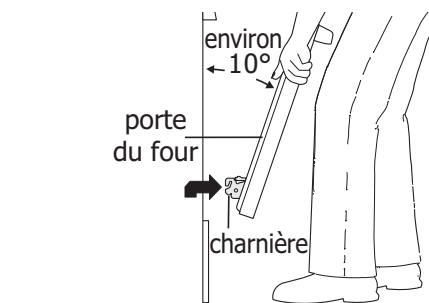
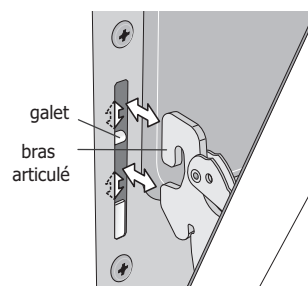

Figure 31 : Soutien de la porte pour la dépose
Figure 32 : Repose du bras articulé et du galet
3. Saisir fermement les deux côtés de la porte du four. Ne pas la soulever par la poignée (voir Figure 31).
4. Ouvrir la porte à un angle d'environ 10 degrés du cadre de porte (voir Figure 31).
5. Soulever les bras articulés hors des galets situés de part et d'autre du cadre de four (voir Figure 32).
1. Saisir fermement les deux côtés de la porte du four. Ne pas la soulever par la poignée (voir Figure 31).
2. Tout en tenant la porte au même angle que pour la dépose, asseoir le crochet du bras articulé sur les galets situés de part et d'autre du cadre de four (voir Figure 31 et Figure 32). Le crochet du bras articulé doit s'asseoir fermement sur les galets.